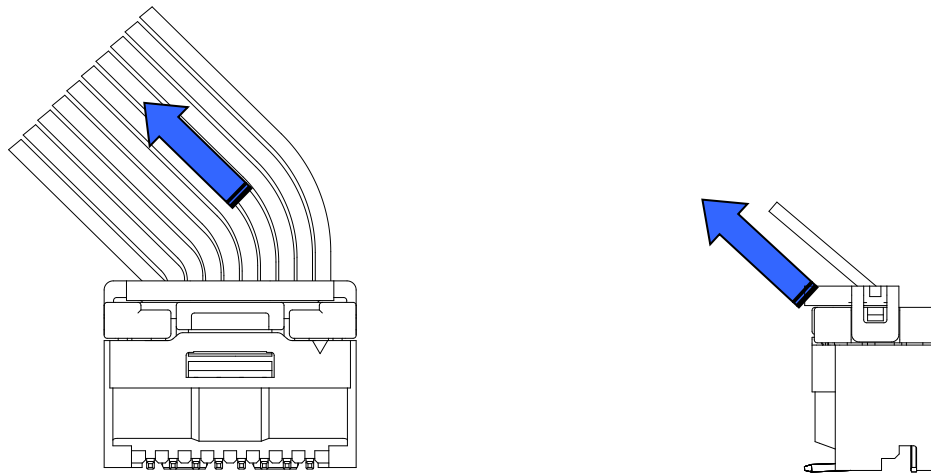

Fig.10-3-2 電線を極端に曲げる又は、突っ張った状態
- ※ 嵌合後、機器内での電線の引き回しの際には、電線を極端に曲げる、または突っ張る状態で使用しないでください。電線の引っ張り力、突っ張り力により端子圧着部やリセプタクルハウジングの端子装着部及び基板側のコネクタに力が加わり接点不良の原因となります。特に、特定の電線のみに力が加わることは避けてください。(Fig.10-3-2)
- ※ 特殊な電線の引き回し(Fig10-3-2/10-3-3等)を行う際には、事前に当社へ確認の上ご使用ください。